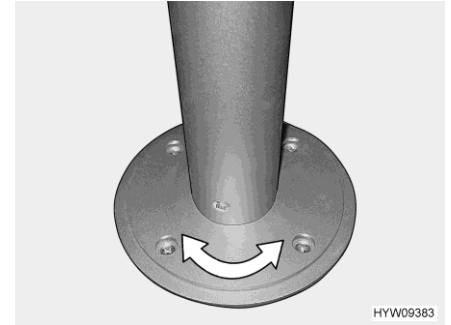

Bild 67 Säulen-Tischfuß (drehbar)
- Tischplatte in gewünschte Stellung drehen. Dazu ist etwas Kraftaufwand nötig, denn die Tischplatte dreht sich gegen den Reibungswiderstand am Säulen-Tischfuß (Bild 67).